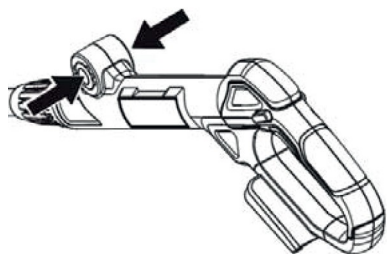

Fig. 5
1. Apăsati cele două butoane cu capacele și țineți apasat (vezi Fig. 5)